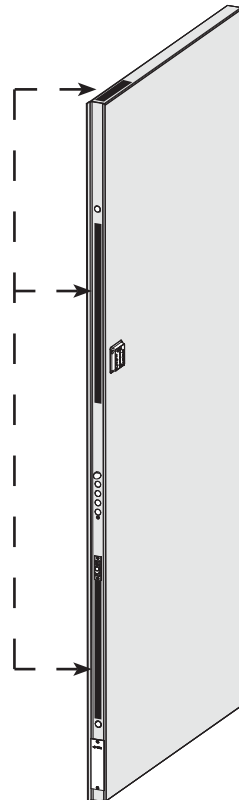

Fig. 3
4. El sensor de estado de la puerta se puede colocar en el punto indicado en (fig. 3).